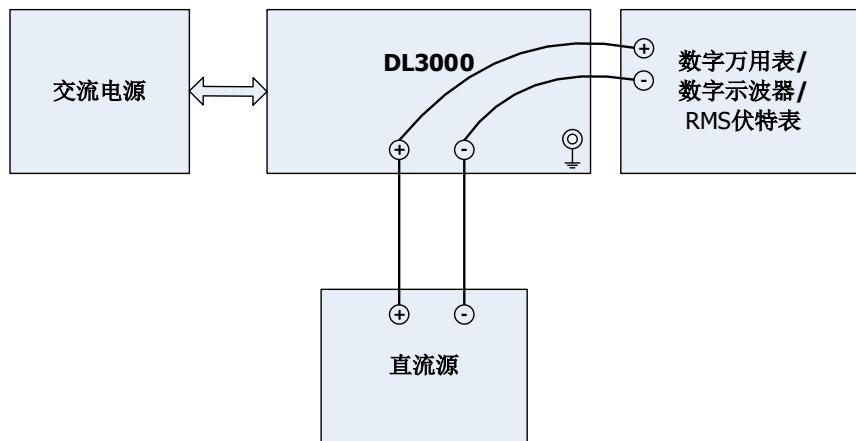

图 2-2 恒压测试连接
执行测试之前, 请根据所在国家的市电电压值, 通过电子负载后面板“电压选择器”选择合适的电压(本手册中的测试均以选择 230 Vac 为例)。在常温(25°C左右)状态下, 使用“**推荐的测试设备**”一节所推荐的设备按图 2-2 所示进行连接。测试过程中, 请根据电子负载后面板“电压选择器”已选择的电压设置交流电源的电压值。
1. 关闭 DL3031A, 按照图 2-2 所示连接 DL3031A、交流电源、直流源和数字万用表 (请注意 DL3031A 的通道输入端子和数字万用表的连接方法), 并使用 USB 数据线通过电子负载后面板的 USB DEVICE 接口将电子负载与计算机相连。